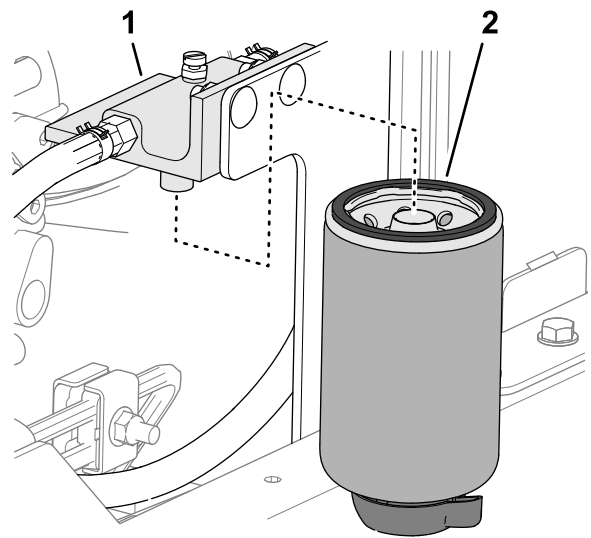

Bild 85
2. Reinigen Sie den Filterkopf und die Filterglocke (**Bild 85**).